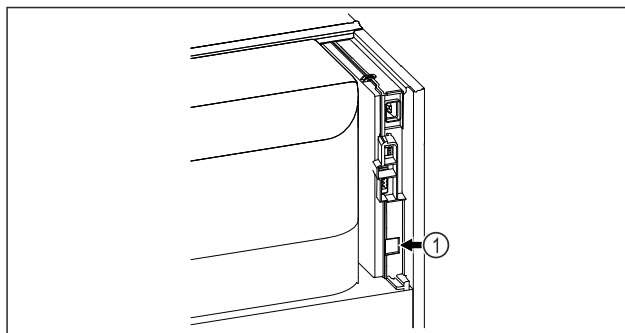

Fig. 89
- Se utiliza SmartModule Fig. 89 (1).